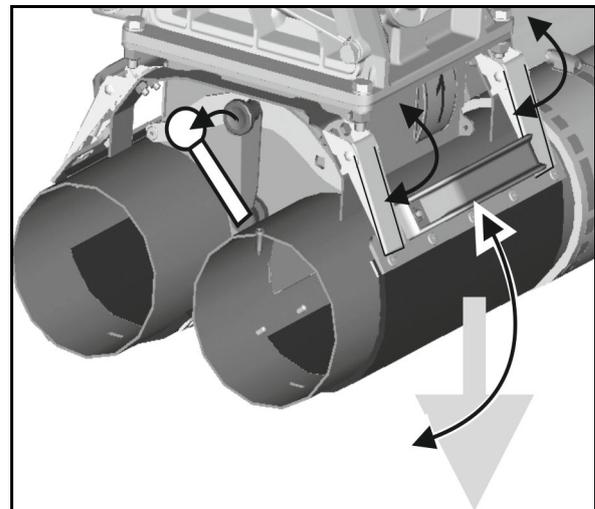

Fig. 101
4. Sicherung der eingeklappten Ausleger entriegeln (Fig. 101/1).